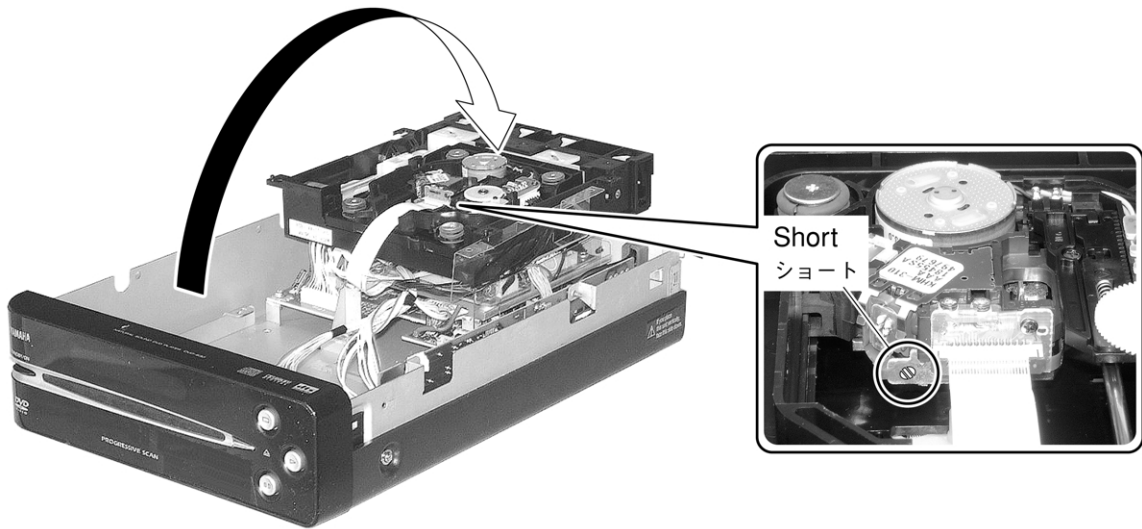

Fig. 4
- Take out the DVD Mechanism Unit gradually and turn it over. (Fig. 4)
- Solder the lands in the P.C.B. of the DVD Mechanism Unit with the anti-static soldering iron. (Fig. 4)
- DVDメカユニットを取り出し、裏返しにします。(Fig. 4)
- DVDメカユニットの基板上の端子間を静電気対策はんだこてを使用してショートします。(Fig. 4)